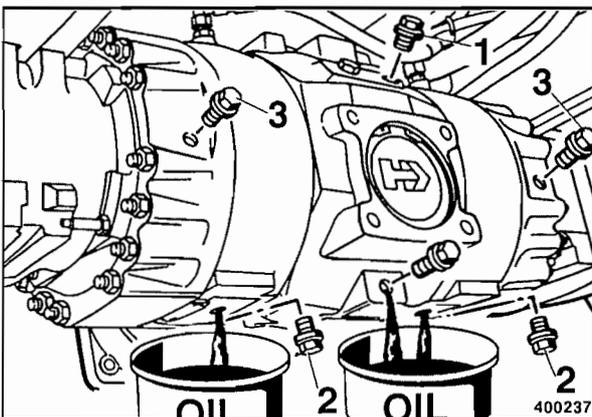

Fig. 85
- Limpiar el tapón de llenado 1 (Fig. 85) y desenroscarlo.
- Limpiar el tapón de descarga (2) y desenroscarlo.
- Limpiar el tapón de control (3) y desenroscarlo.
- Llenar tanto aceite por el taladro de llenado hasta el nivel de aceite se encuentra en la arista inferior del taladro de control (3).